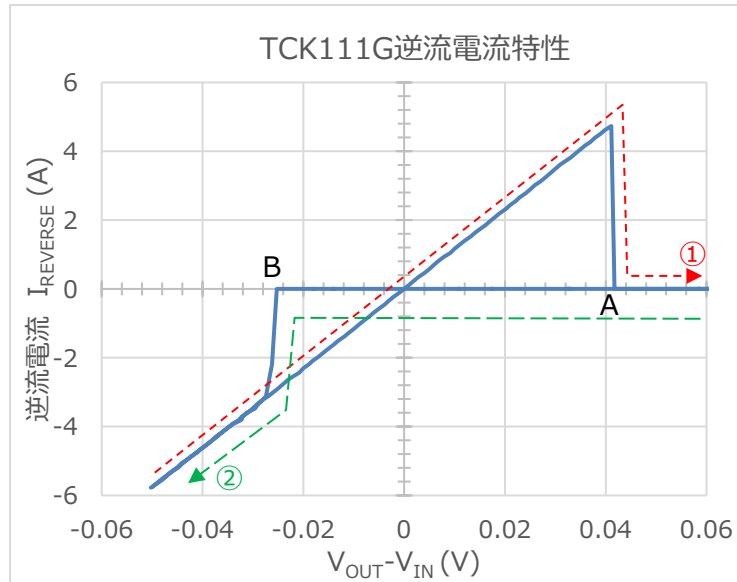

図 3.5.2 TCK111G 逆流電流
図 3.5.2 は常時監視型逆流防止機能付きの東芝ロードスイッチ IC である TCK111G での実際の逆流防止回路による逆流電流特性を示しています。①の線で示すように、出力電圧と入力電圧の差 ($V_{OUT}-V_{IN}$) が大きくなっていくと $I_{REVERSE}$ は増加していきますが、約 40mV の差となる A の点で逆流防止回路が働き $I_{REVERSE}$ が流れなくなります。また、②の線で示すように、逆流防止回路が働いた後は V_{IN} のほうが V_{OUT} よりも約 30mV 弱大きくなる B の点で逆流防止回路が停止し、順方向に電流が流れ始めます。